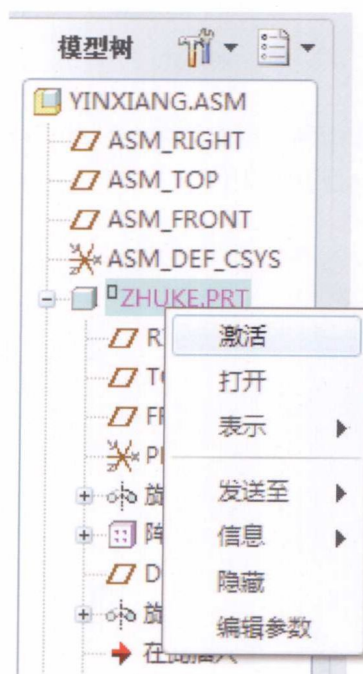

图1-46
(31) 在模型树窗口的ZHUKE.PRT节点右击，在弹出的快捷菜单中选择“激活”，我们还需要在zhuke.prt的模型上制作两个安放旋钮的圆孔（图1-46）。